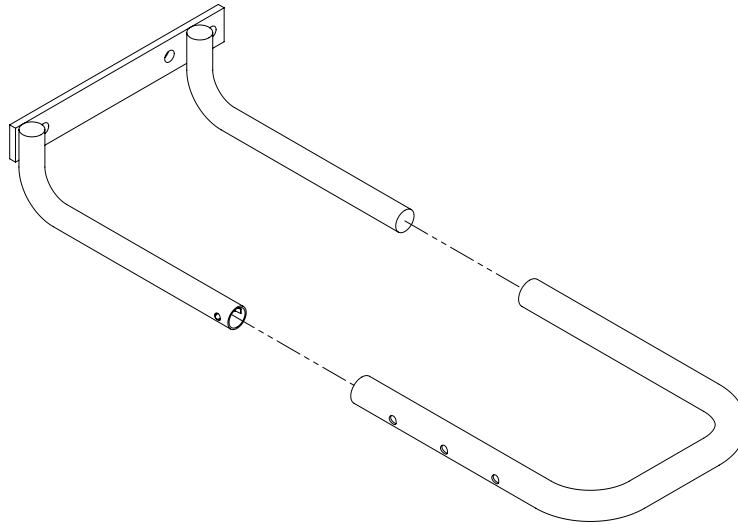

Figura 3: Retiro del tubo de posición del soporte de la rueda.
3. Presione el pasador de posición y retire el tubo de posición deslizante del soporte de rueda (vea la figura 3).